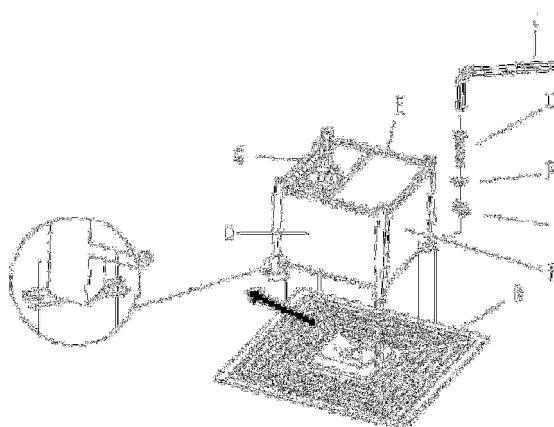

Figura 4
**4.** Gire el bastidor ensamblado (B) con 8 tornillos  $\frac{1}{4}$  in x 32 mm (U), 8 arandelas planas (N) y 8 arandelas de resorte (P) con la llave Allen (J) y mantenga El panel de encendido directamente frente a la puerta (G), (ver Figura 4).